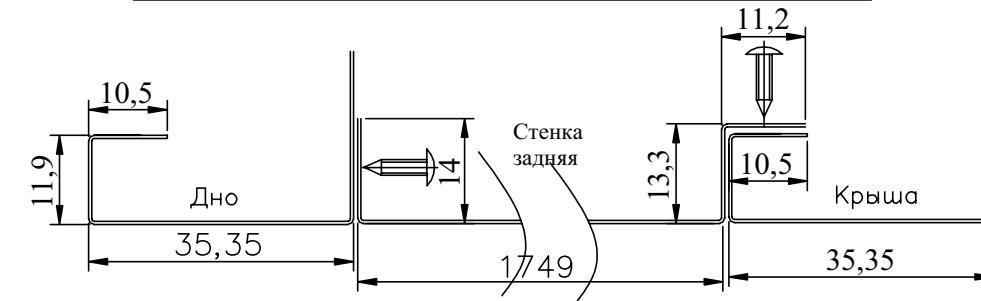

Рис.3
4.2.1 В каждый образовавшийся замкнутый контур (крыша-боковина-дно-боковина/пере-городка) с внутренней стороны шкафа вложить заднюю стенку. Гибы по краям стенок разместить на ответных частях боковин/перегородки и крыши/крышах .Отверстия на задних стенах совместить с ответными отверстиями на боковинах (перегородках), крышах, днищах. Завинтить саморезы Ø3мм(прилагаются) Каждая задняя стенка крепится восемью саморезами.(Рис.3)